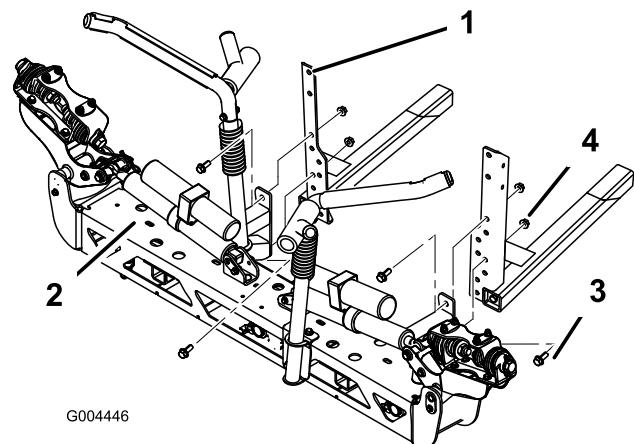

**Bild 12**
- Befestigen Sie die Transportgabeln der Ausleger mit sechs Schrauben (9,5 mm x 32 mm)(3/8" x 1-1/4") und sechs Sicherungsmuttern (9,5 mm)(3/8") am mittleren Ausleger, siehe Bild 12.